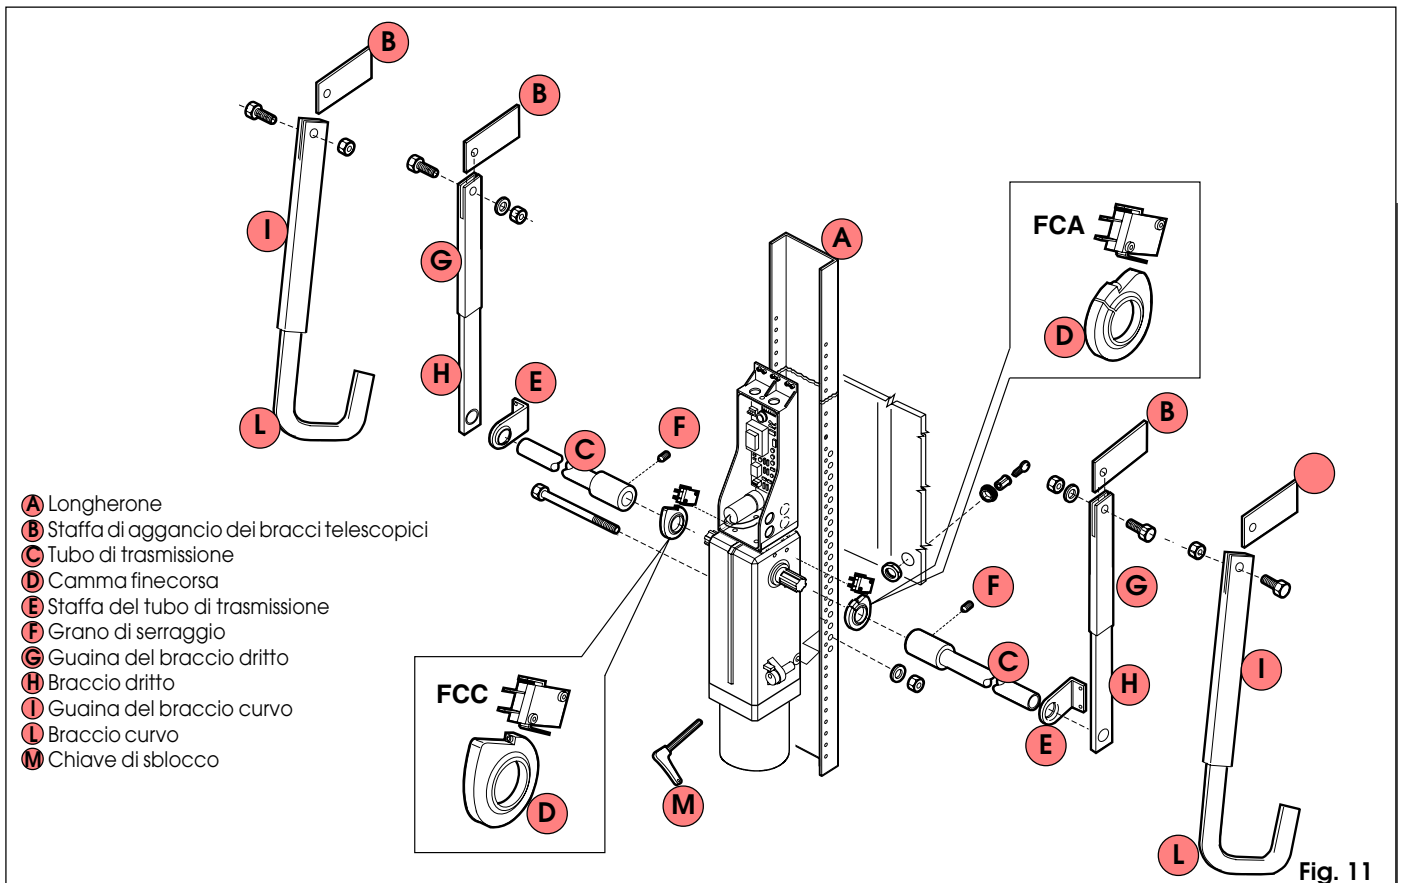

Fig. 11
3) Fissare l'operatore al longherone utilizzando la viteria in dotazione come da Fig. 11.
Fissare le guaine dei bracci telescopici alle staffe utilizzando i perni e la viteria in dotazione come da Fig. 11.
➤ Se si utilizzano i finecorsa (opzionali), inserire prima le camme, come in Fig. 11.